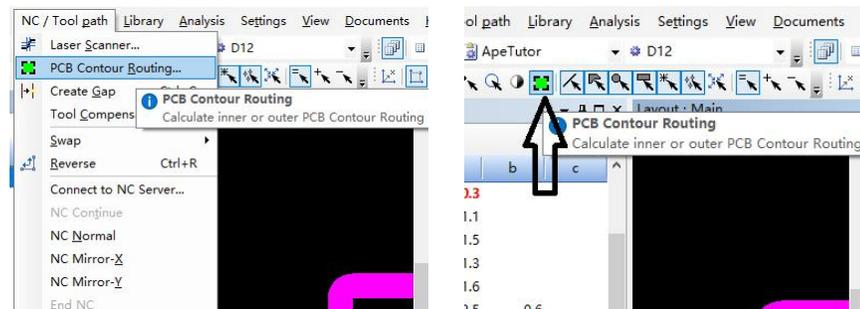

图5-28 选择外框（外形）切割资料
1) 制作外框（外形）切割资料，选择“NC/Tool path”（数控加工/刀具路径）→“PCB Contour Routing”（PCB轮廓路径）选项或单击“PCB Contour Routing”按钮，如图5-28所示。